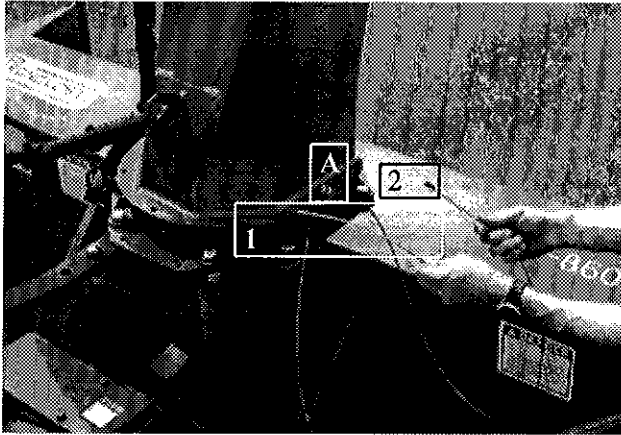

Figure 19
- 2) **Figure 19:** Placer le câble d'acier de façon à ce que la partie 1 soit 8" plus longue que la partie 2 et le fixer solidement à l'aide du serre câble (A).